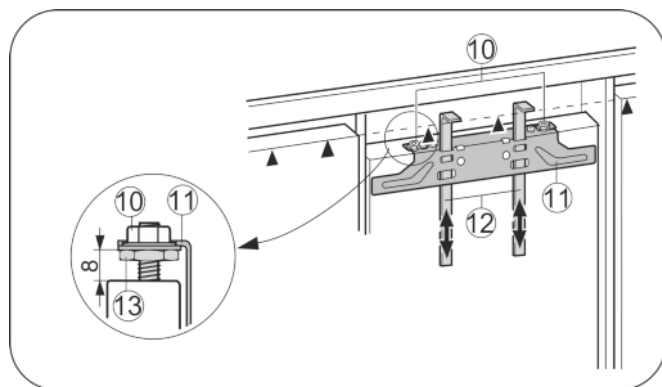

Fig. 17
- ▶ A szerelési segédeszközt Fig. 17 (12) csúsztassa fel a bútor ajtómagasságáig. A szerelési segédeszköz ▲ alsó éle = a szerelni kívánt bútorajtó felső éle.
- ▶ A rögzítő kereszttartót Fig. 17 (11) csavarozza le az ellentanya felett Fig. 17 (10).